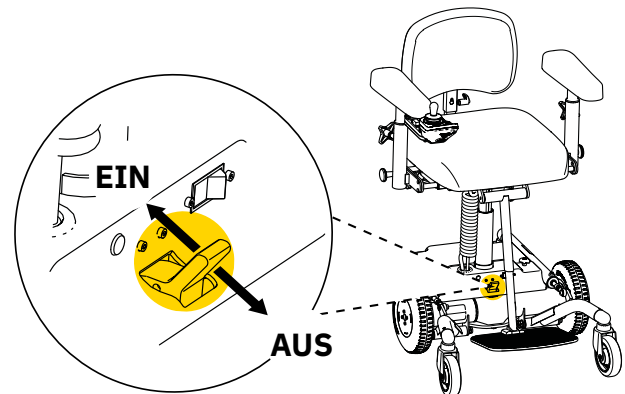
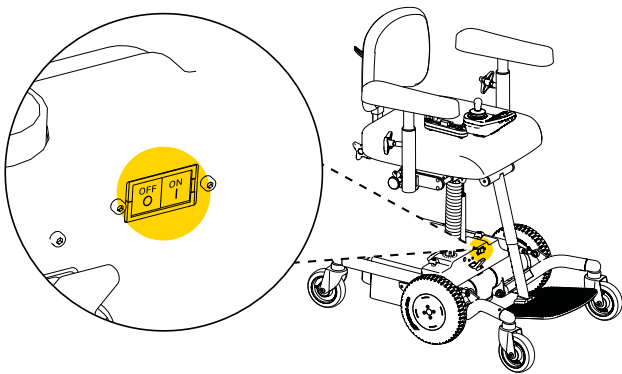

Abb. 3.2. Entkuppelung der Bremse.
Abb. 3.4. Automatiksicherung
- Auf ebenen Flächen ist das Produkt durch Rollen fortzubewegen. Um das Produkt rollen zu können, muss die Bremse entkuppelt und die automatische Sicherung ausgeschaltet werden. Um die Bremse zu entkuppeln, stellen Sie den Kippschalter auf AUS. Um die Bremse zu aktivieren, stellen Sie den Kippschalter auf EIN, siehe Abb. 3.2. Um die Automatiksicherung auszuschalten, OFF drücken. Vor dem Aufladen und bei der Wiederinbetriebnahme des Produkts muss die Automatiksicherung zurückgesetzt werden, drücken Sie auf ON (siehe Abbildung 3.4). Wenn die Automatiksicherung ausgeschaltet war, muss die Bedieneinheit zweimal neu gestartet werden, um die Funktionsfähigkeit des Produkts wiederherzustellen.
- Bei längerer Lagerung sollte der Akku getrennt werden. Dies geschieht mithilfe der Automatiksicherung, siehe Abb. 3.4. Drücken Sie auf OFF, um den Akku zu trennen. Wenn der Akku getrennt ist, muss er alle 4 Monate
- Für den Transport muss der Akku getrennt werden. Dies geschieht mithilfe der Automatiksicherung, siehe Abb. 3.4. Drücken Sie auf OFF, um den Akku zu trennen. Um die Automatiksicherung zurückzusetzen, drücken Sie auf ON. Wenn die Automatiksicherung ausgeschaltet war, muss die Bedieneinheit zweimal neu gestartet werden, um die Funktionsfähigkeit des Produkts wiederherzustellen.